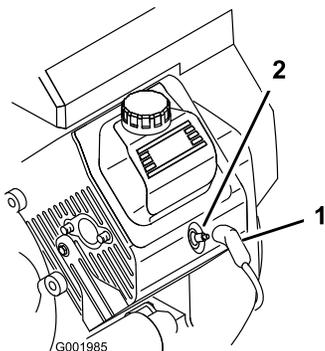

Bild 52
- Ziehen Sie die Kabel von den Zündkerzen ab (Bild 52).
- Stecken Sie die Kabel auf die Zündkerzen (Bild 52).